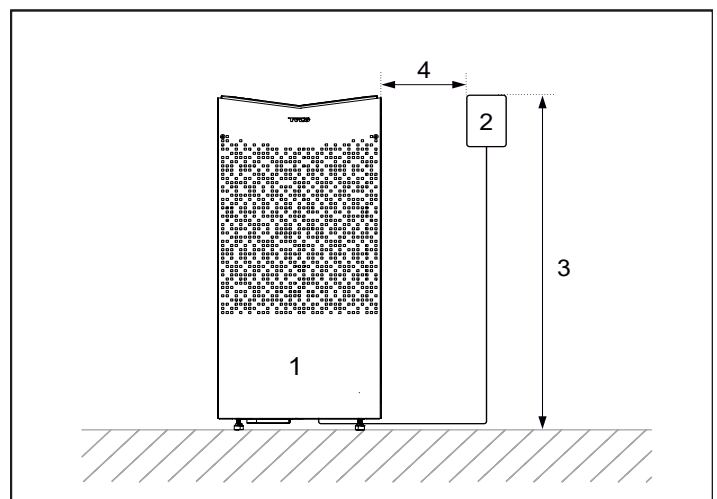

Abbildung 5: Sicherheitsabstand/Montagehöhe, Bedienpanel
- Planen Sie die Positionierung des Bedienpanels (zulässige Positionen können Sie der beiliegenden Anleitung für das Bedienpanel entnehmen). Ziehen Sie auch den Abschnitt „Bedienpanel“, Abbildung 5, zu Rate.
Das Bedienpanel kann in einem Tylö-Saunaraum oder einem selbst gebauten Saunaraum mit korrekter Belüftung platziert werden, der gemäß der von Tylö empfohlenen Belüftung arbeitet (Prinzip der natürlichen Belüftung). Lesen Sie die Abschnitte „Positionieren der Belüftungsöffnung“ und „Positionieren der Entlüftungsöffnung“ in dieser Anleitung. Wenn diese Anforderungen nicht erfüllt sind, muss das Bedienpanel immer außerhalb der Saunakabine platziert werden. Wenn Sie das Bedienpanel in einer Saunakabine installieren, muss es unter Berücksichtigung der Sicherheitsabstände und der Installationshöhe positioniert werden (siehe Abbildung 5).